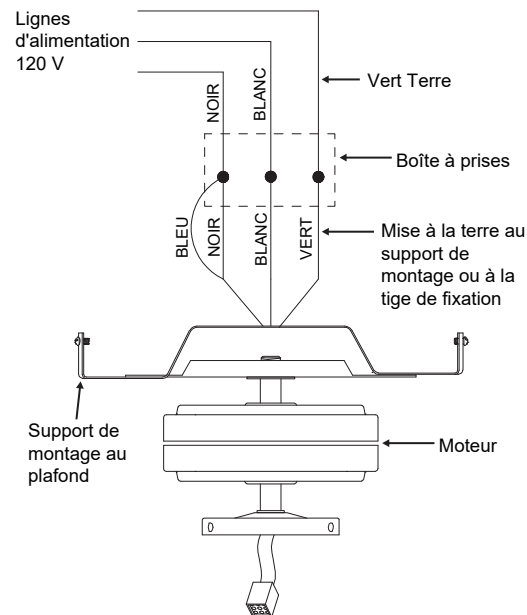

Fig. 7
Étape 1. Connectez le fil alimentation du ventilateur (noir+bleu) au fil d'alimentation noir du domicile (voir la **Fig. 7**).